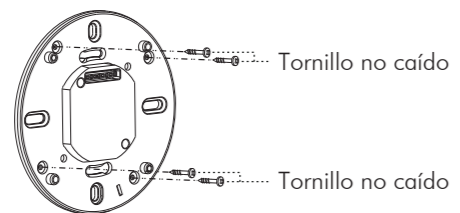

FIG.15
3.4.3.4 Inserte los 4 tornillos no caídos en los huecos correspondientes a los tornillos sobre la placa de fijación, y esos 4 tornillos no se caerán para brindar comodidad a las instalaciones posteriores (Ver FIG.15).